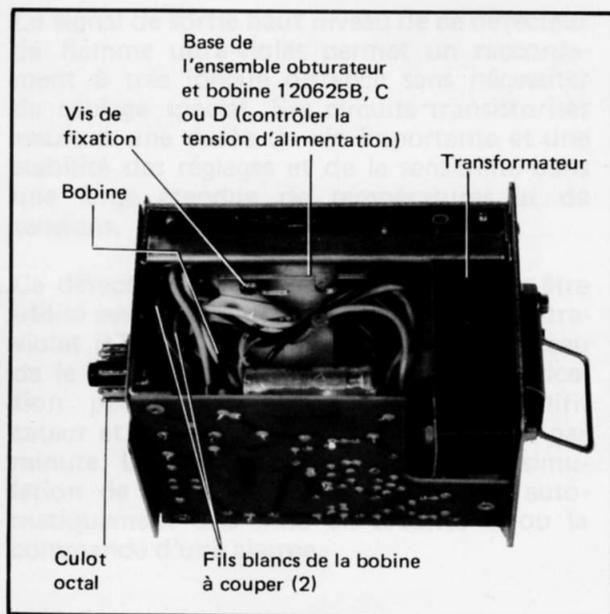

Fig. 17
2. Localiser la bobine qui se trouve près du dessus du châssis (Fig. 17).